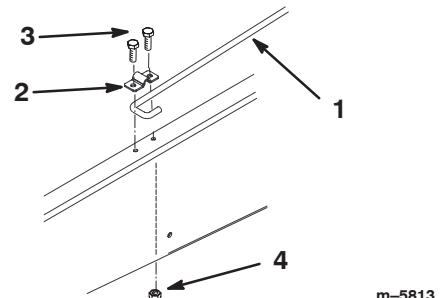

Figure 9
6. Desserrez le boulon de fixation de l'attache de la béquille jusqu'à ce que vous puissiez faire passer l'extrémité en J de la béquille sous l'attache (Fig. 9)
7. Serrez le boulon et fixez l'autre côté de l'attache avec un boulon neuf (5/16 x 3/4") et un écrou à collerette (5/16") (Fig. 9).